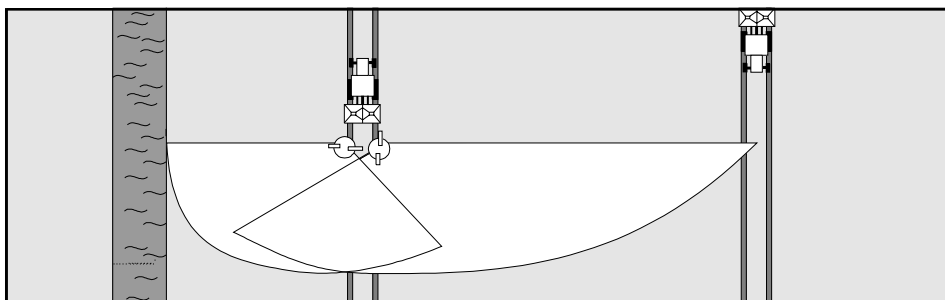

Fig. 7.7
Vid gränsspridning (enligt utkast ur gödselmedelsförordningen) (fig. 7.7) resp. fältkantsspridning (intill egen, likartat brukad åker) (fig. 7.8) ska den **vänstra "Omnia-Set"** spridartallriken (vänstersidig gränsspridning är normalt), sett i körriktningen, **ersättas med en motsvarande TeleSet tallrik**. Vid gränsspridning åt höger används en speciell gränsspridningstallrik.
7.4.1.1 Gränsspridning enligt gödselmedelsförordningen (fig. 7.7)
7.4.2 Inställning av gränsspridningstillrik enligt gödselmedelsförordningen (fig. 7.7)